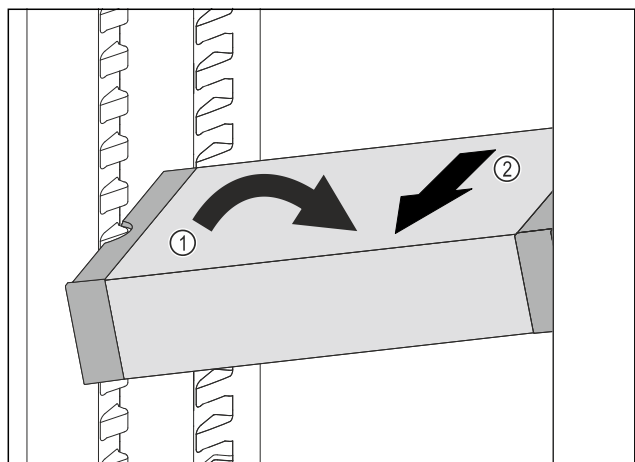

Fig. 47
- ▶ Встановити VarioSafe під кутом в охолоджувальному відділенні. Fig. 47 (1)
- ▶ Витягнути VarioSafe вперед. Fig. 47 (2)